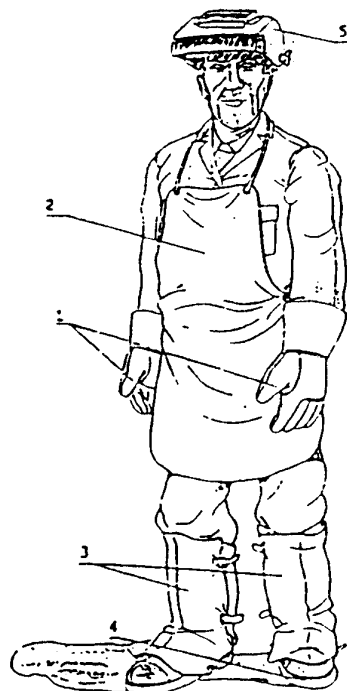

FIG.1
-Gli operatori devono proteggere il proprio corpo indossando tute di protezione chiuse e non infiammabili, senza tasche o risvolti. Eventuali tracce di olio o grasso devono essere rimosse da tutti gli indumenti prima di indossarli. Gli operatori devono anche calzare stivali con puntale di acciaio e soles di gomma ( Fig. 1).